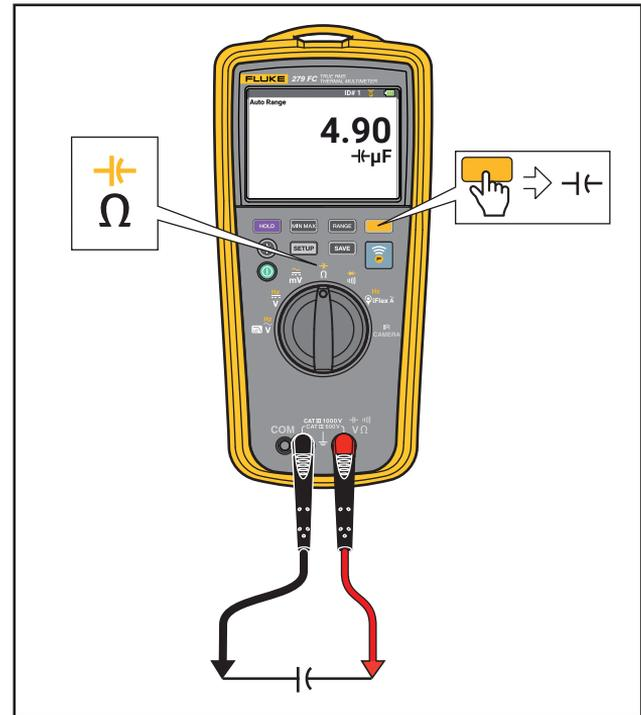

Figura 8. Misure di capacità
- Misure della capacità. Vedere la Figura 8.
Il Multimetro effettua una misura della capacità caricando un condensatore con una corrente nota, misurando quindi la tensione risultante e calcolando la capacità. Vedere la Figura 8.